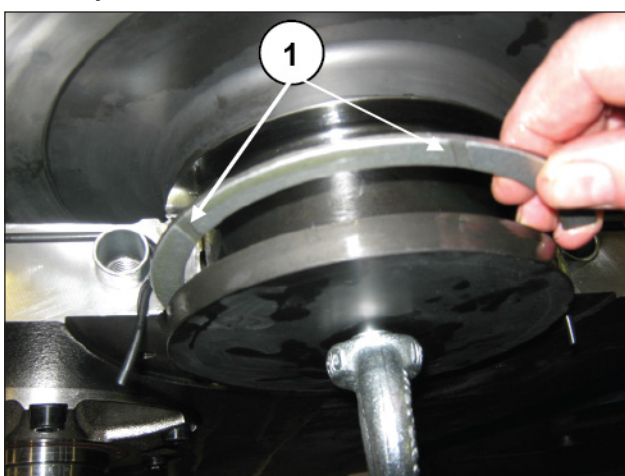

Abb. 101
Bei der Montage der Bund-Halbringe müssen Sie beachten, die Auslässe der Ebene Richtung Innen- und Außenbünde der Kurbelwellen zu positionieren (Pos. ①, Abb. 99 und Abb. 101).